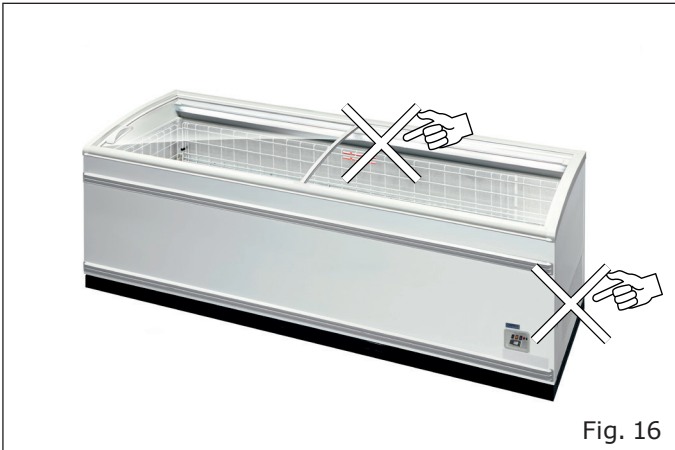

Fig. 16
- La mercancía no obstruya el correcto flujo de aire refrigerado ("Fig. 16").